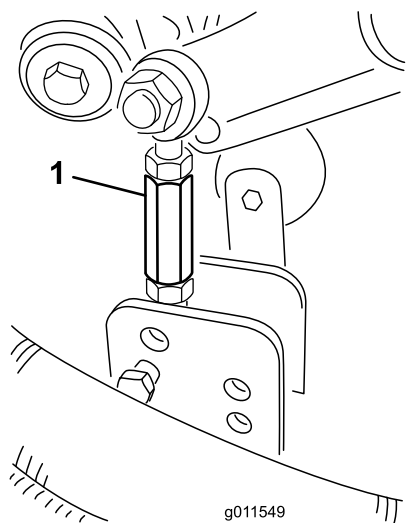

Рисунок 22
9. Снимите игольчатые шплинты и шплинтуемые штифты, которые крепят тяги демпферов к кронштейнам дек газонокосилки (Рисунок 22).